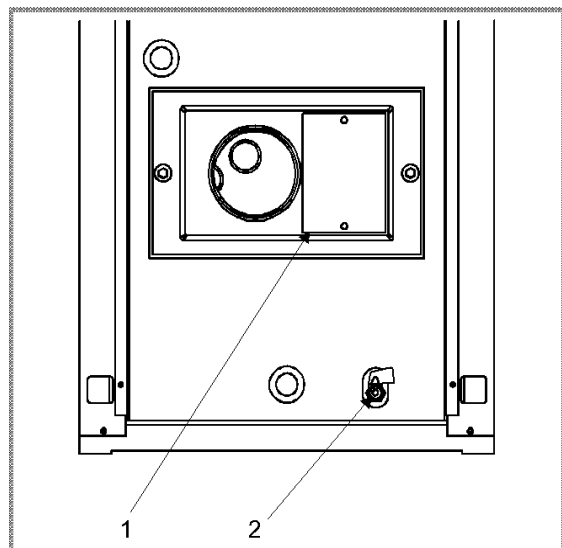

Figure 13 - Arrière de la chaudière
- Enlever les résidus de nettoyage par la trappe arrière (rep. 1, fig. 13).
Ouvrir les purgeurs placés au point le plus haut de l'installation, et ouvrir le robinet de vidange situé à l'arrière de la chaudière (rep. 2, fig. 13, p. 11).